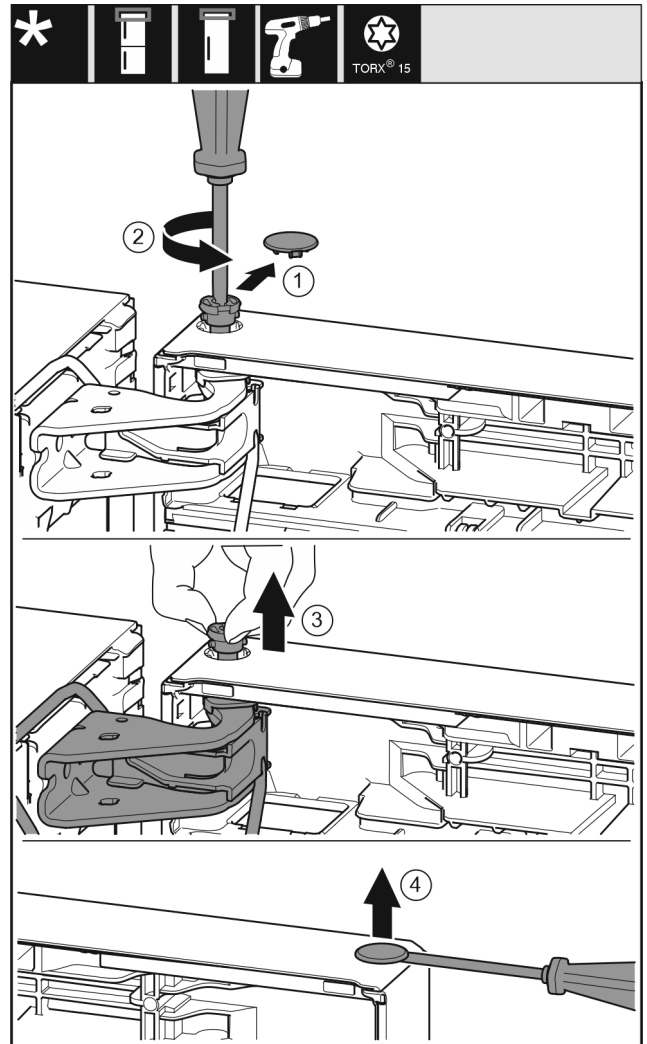

Fig. 20
- ▶ Enlever délicatement le cache de sécurité. *Fig. 20 (1)*
- ▶ Dévisser légèrement le boulon avec un tournevis T15. *Fig. 20 (2)*
- ▶ Tenir fermement la porte et sortir le boulon avec les doigts. *Fig. 20 (3)*
- ▶ Soulever délicatement le bouchon en dehors de la douille de palier de porte avec un tournevis plat et le sortir. *Fig. 20 (4)*